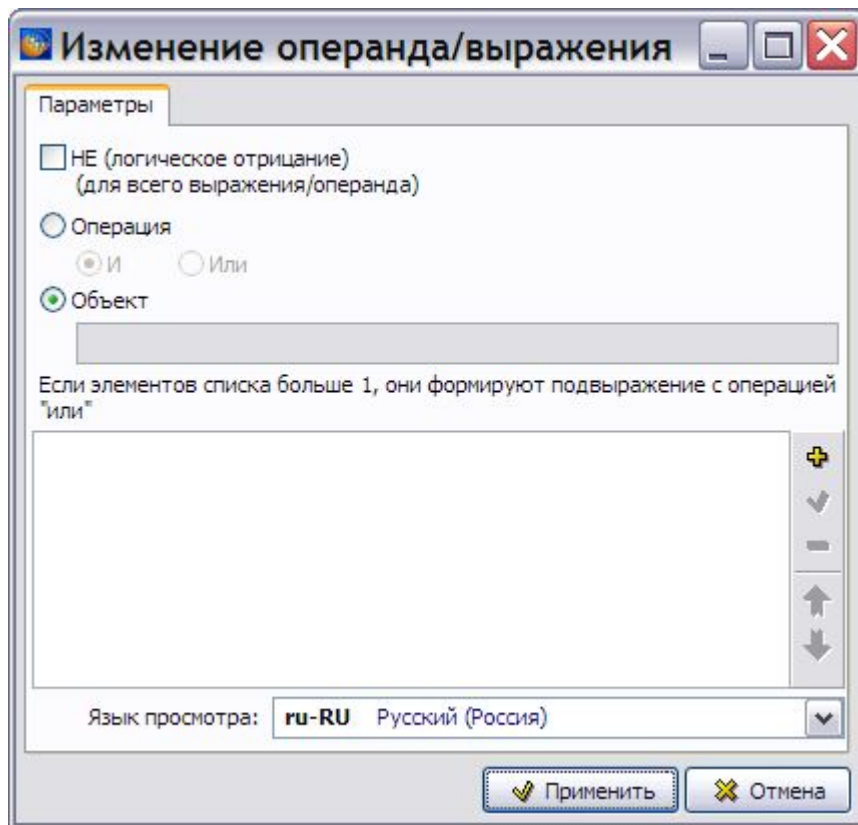

Рис. 10.7
4. Для того, чтобы задать операнды для выбранной операции «ИЛИ», нажмите на кнопку **Добавить операнд текущей операции**  или на клавишу INSERT на клавиатуре, или в контекстном меню выберите пункт **Добавить операнд**. После этого откроется диалоговое окно **Добавление операнда/выражения** (Рис. 10.7). По умолчанию включена радиокнопка **Объект**.